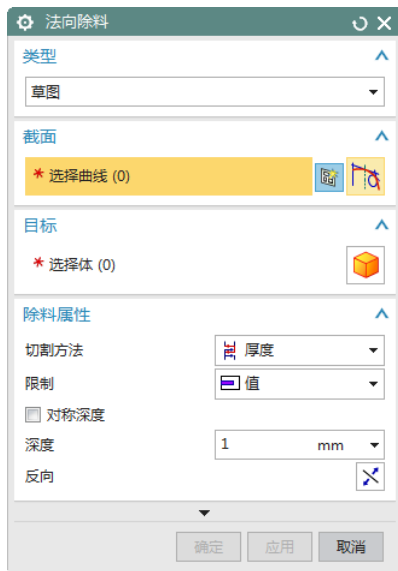

图 6-91 “法向除料”对话框
(1) 选择“菜单(M)”→“插入(S)”→“切割(T)”→“法向除料(N)”，或者单击“主页”选项卡“特征”面组上的“法向除料”按钮, 打开如图 6-91 所示“法向除料”对话框。设置“切除方法”为“厚度”，限制为“值”，输入“深度”为 1。